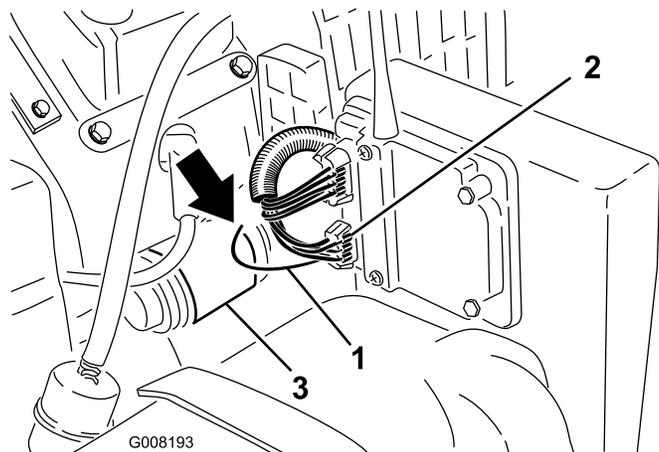

Figura 21
1. Individuate il cavo giallo a righe nere che è infilato nel tubo del cablaggio preassemblato proveniente dal connettore a 6 poli del ricevitore (Figura 21). Estraiete il cavo dal tubo.